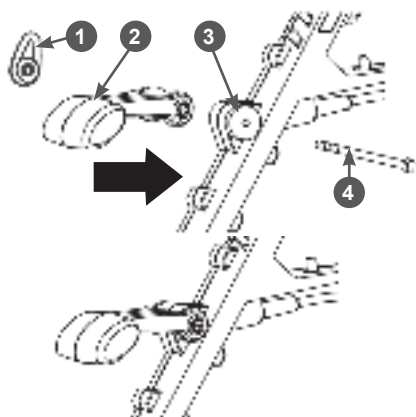

Рис. 3 Установка передней рукоятки
4. Установите переднюю рукоятку. Для этого: открутите зажимную ручку 1 и извлеките из рукоятки 2 болт 4 (Рис. 3). Затем установите рукоятку 2 на опору 3 корпуса триммера, совместите отверстия, вставьте в полученное отверстие болт 4 и закрутите зажимную ручку 1 (Рис. 3).